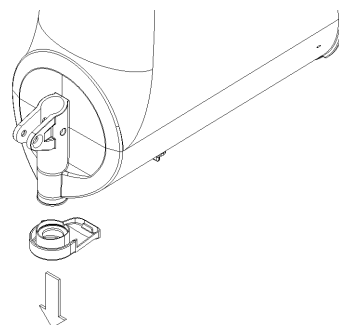

figura 15
7 Rimuovere dal contenitore il restrittore di flusso (vedere figura 15).
- 5 Rimuovere dal contenitore il restrittore di flusso (vedere figura 15).